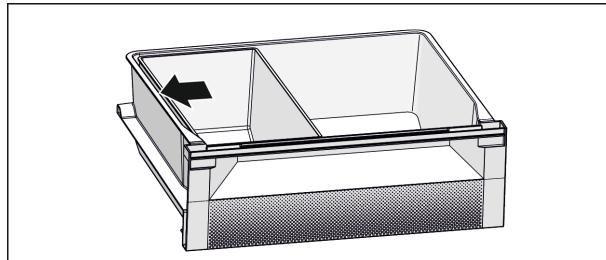

Fig. 6
- Poziționați separatorul Fish & Seafood. Cu poziția indicată obțineți o funcție optimă de răcire (vezi Fig. 6).